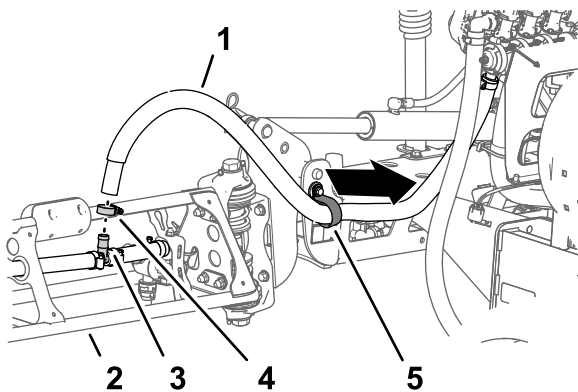

Figura 33
2. Retire la manguera del acoplamiento en T (Figura 33).
3. Retire el extremo libre de la manguera de la abrazadera en R (Figura 33).
1. En la sección de fumigación exterior, retire la abrazadera que sujeta la manguera de la sección de fumigación al acoplamiento en T dentado (Figura 33).